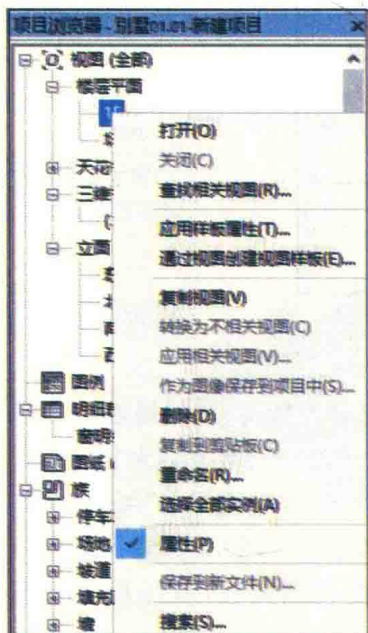

图 0-6
(5) 快速访问工具栏:默认放置了一些常用的命令和按钮,可以自定义快速访问工具栏,取消勾选以显示命令或隐藏命令。
(6) 项目浏览器:用于显示当前项目中所有视图、明细表、图纸、族、组、链接的 Revit 模型和其他部分的逻辑层次。展开和折叠各分支时,将显示下一层项目。选中某视图右键,打开相关下拉菜单,可以对该视图进行“复制”“删除”“重命名”和“查找相关视图”等相关操作,如图 0-6 所示。